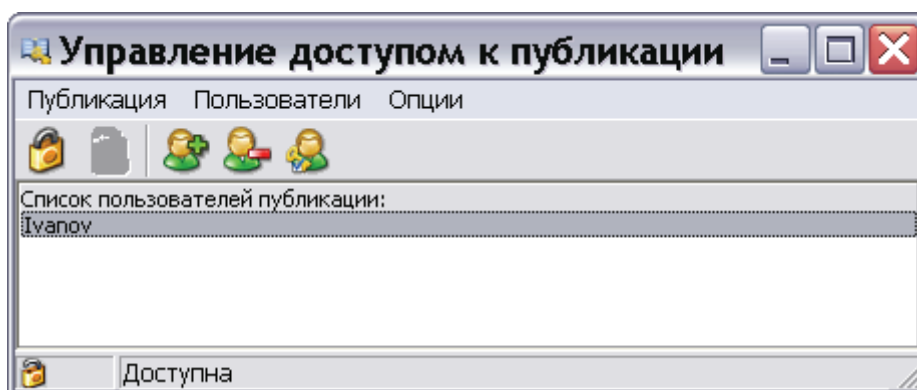

Рис. 3.117
5. Введите имя пользователя и пароль доступа к публикации. Нажмите на кнопку **ОК**. После этого имя пользователя появится в окне **Управление доступом к публикации** (Рис. 3.117).